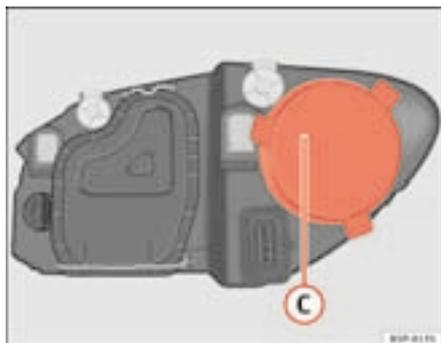

Fig. 163 Máximos
- Retirar a tampa ⇒ fig. 163 ①, puxando-a.